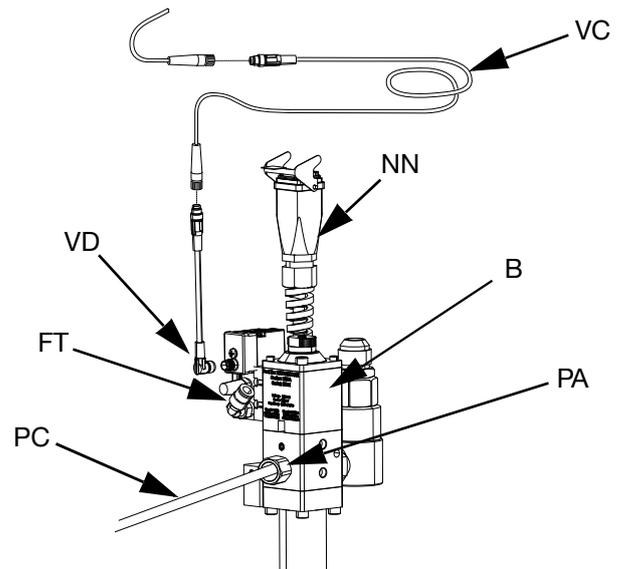

ABB. 31
12. Die Luftleitung (AR) (nicht enthalten) an das Luftfitting (FT) am Dosierventil-Magnetventil anschließen. Siehe das Handbuch Dosierventile iQ, Anweisungen-Teile. Siehe ABB. 31.
- a. Das Magnetventilkabel (VC) an das 4-polige M8-Ende des Verteilerkabels am Anschluss 4 des elektrischen Antriebs (AB) anschließen. Siehe **Kommunikationsanschlüsse des elektrischen Antriebs** für Einzel-Rams auf Seite 18. Siehe ABB. 31.
- b. Das 90-Grad-Ende des mitgelieferten 4-poligen M8-Kabels (VD) an das Dosierventil und das gerade Ende des Magnetventilkabels an (VC) anschließen. Siehe ABB. 31.
- a. Das Dosierventil-Magnetventilkabel an den Tandem-Dosierventil-Magnetventilanschluss (YY) des Tandemblocks (R) anschließen.
- b. Das 90-Grad-Ende des mitgelieferten 4-poligen M8-Kabels (15N040) an das Dosierventil und das gerade Ende des Magnetventilkabels an (VC) anschließen. Siehe ABB. 31.
- c. Ein Steckerende des 4-poligen M8-Verteilers (TT) am Tandemblock (R) an das 4-polige M8-Ende des Verteilerkabels anschließen, das an Anschluss 4 am elektrischen Antrieb (AB) für Ram 1 und Ram 2 angeschlossen ist. Siehe **Kommunikationsanschlüsse des elektrischen Antriebs** für **Tandem-Rams** auf Seite 19.